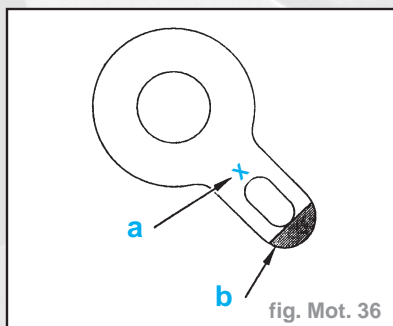

fig. Mot. 36
- Contrôler la conformité des moyeux (fig. Mot. 36).